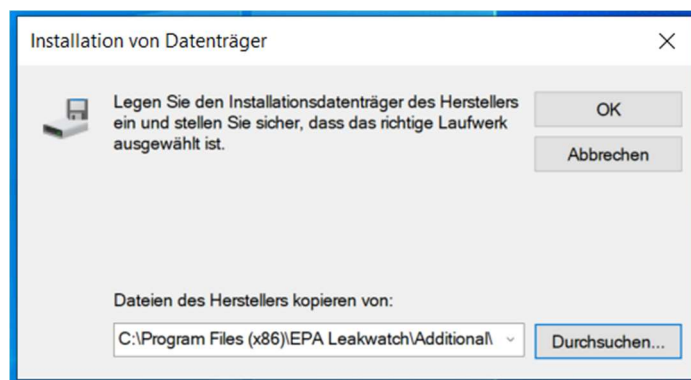

Bild 4.5: Pfad zum digital signierten Treiber [2]
- Bild 4.5 wird dargestellt und man muss den Pfad zu dem digital signierten Treiber angeben. Hier ist das der folgende Pfad: